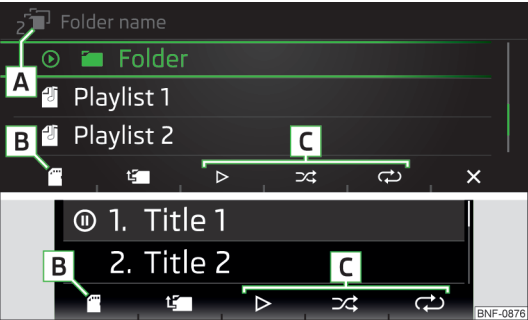

Fig. 101
Lista de pasta/títulos » Fig. 101
- Para **selecionar a fonte de áudio na lista das pastas/dos títulos**, premir repetitivamente a tecla de função  até aparecer o visor na posição **B** » Fig. 101 na página 87 .